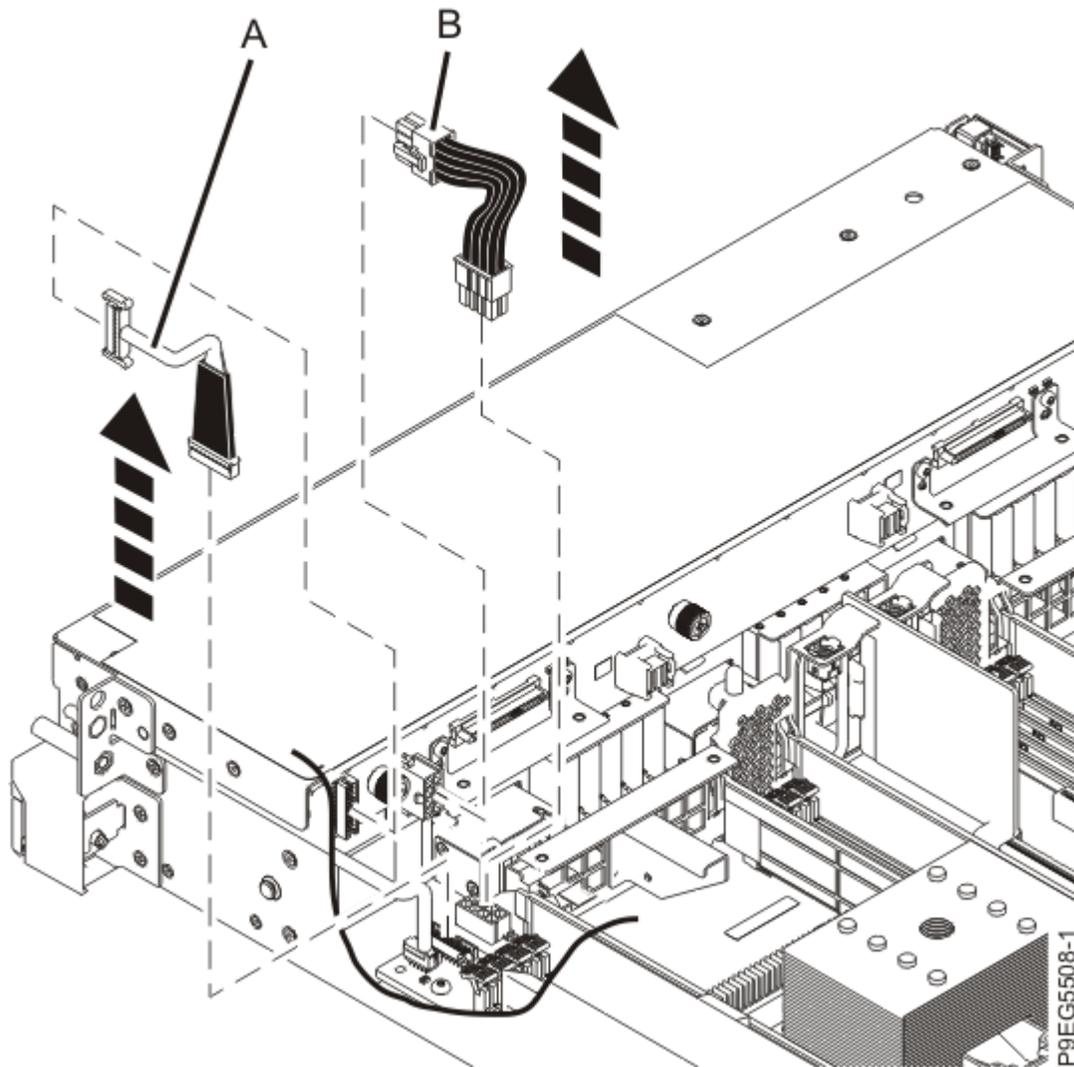

Figure 41. Déconnexion du cordon d'interface et du câble d'alimentation
3. Etiquetez et déconnectez le cordon d'interface **(A)** du fond de panier d'une unité de disque, comme illustré dans la Figure 41, à la page 47.